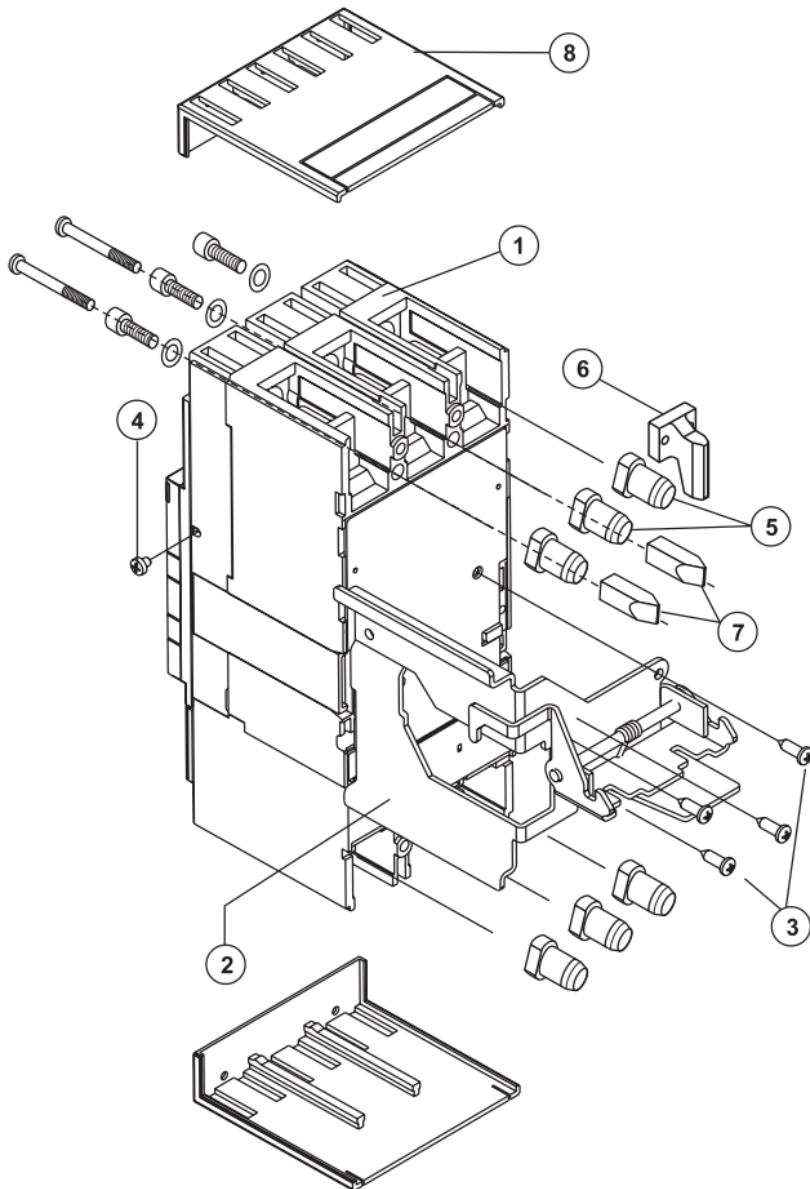

Рисунок 3. Схема сборки монтажных панелей
4.3 Порядок монтажа панели следующий (смотри рисунок 3):
– закрепить втычные контакты 5 для ВА88-35(37) или втычные контакты 6 для ВА88-40(43) к выводам выключателя с помощью торцевого ключа;